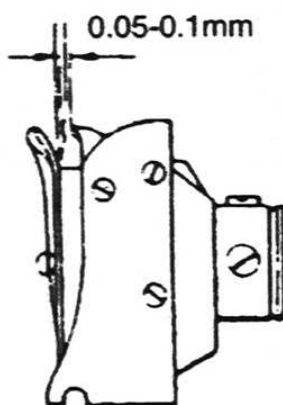
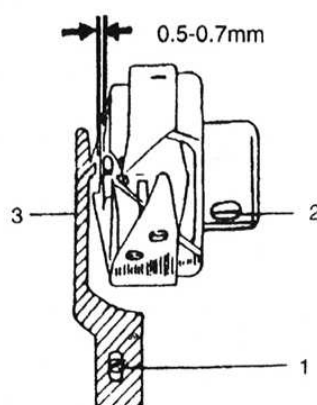

Fig.21
Fig.23
- Posicione então a ponta da lançadeira no centro da agulha e aperte os parafusos “2” da lançadeira (fig. 23), mas já deixando a folga de 0,05 mm a 0,1 mm (fig. 21);
Regule o centralizador “3” com uma folga de 0,5 mm a 0,7 mm conforme fig. 23.